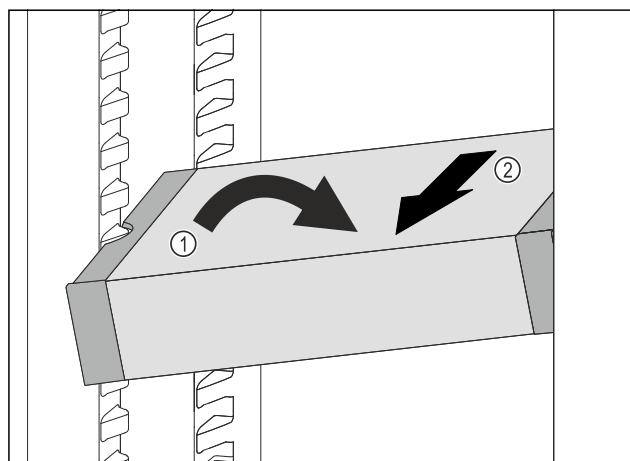

Fig. 116
- VarioSafe postavte v chladničce šikmo. Fig. 116 (1)
- VarioSafe odeberte směrem dopředu. Fig. 116 (2)